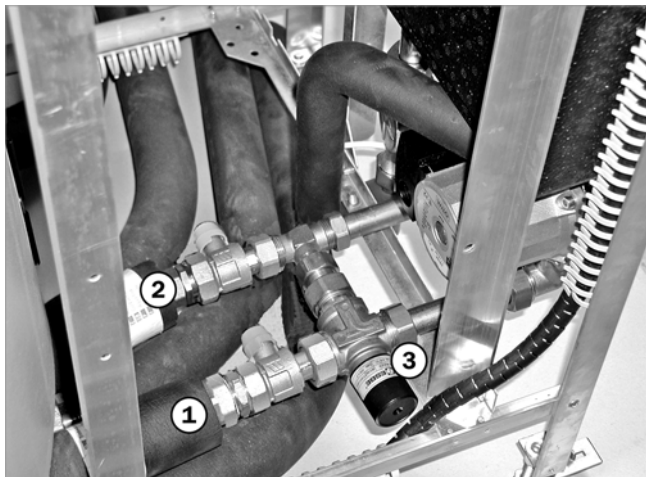

Abb. 24: Warmwasserverrohrung anschließen
Das „Thermische Mischventil“, → Abb. 24 (3), ist ab Werk voreingestellt.